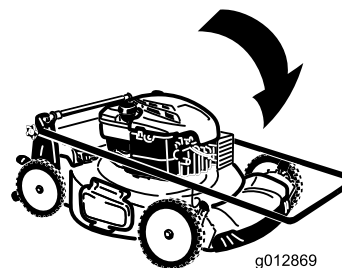

Figura 27
2. Pliegue hacia adelante la sección superior del manillar (ver Figura 27).